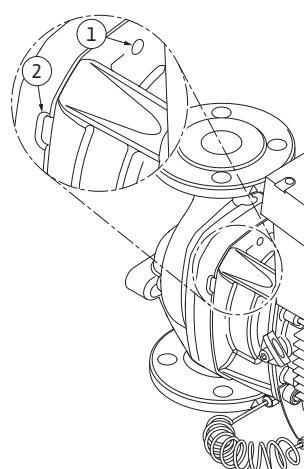

Fig. 53: Provrti s navojem i prorezi za istiskivanje utičnog kompletta s kućišta pumpe
13. Istisnite utični komplet (vidi Fig. 13) s kućišta pumpe. Za to se preporučuje korištenje dva provrta s navojem (Fig. 53, poz. 1), a prije svega odvajanje dosjeda. Za odvajanje dosjeda u provrte s navojem uvrnite prikladne vijke. Ako se utični komplet lako kreće, za istiskivanje se mogu dodatno upotrebljavati i prorezi (Fig. 53, poz. 2) između kućišta pumpe i laterne (u tu svrhu postavite npr. dva odvijača i upotrijebite ih kao ručicu). Nakon otprilike 15 mm putanje istiskivanja utični komplet više neće ulaziti u kućište pumpe.